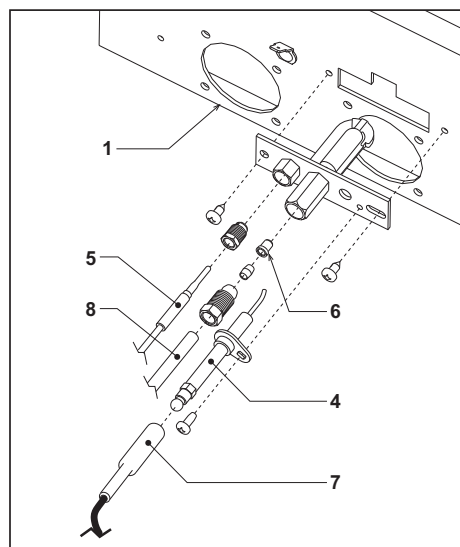

fig. 10 - Bruciatore pilota
- Il pilota deve essere libero da incrostazioni e correttamente posizionato (vedi fig. 10).
Elettrodo d'accensione rotto o mal posizionato	Sostituire l'elettrodo o posizionarlo correttamente (vedi fig. 10)